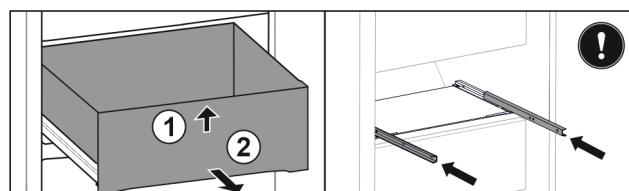

Fig. 40
- Поднимите выдвижной ящик спереди Fig. 40 (1).
- Извлеките движением вперед Fig. 40 (2).